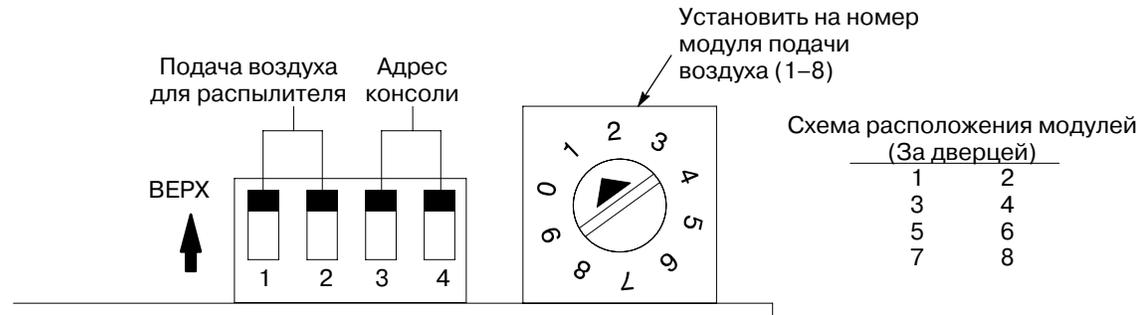

Рис. 3-3 Адрес модулей iFlow
См. рис. 3-3 и табл. 3-1.
3. Установить поворотный миниатюрный переключатель каждого модуля на правильный номер модуля. Модули нумеруются, как показано на схеме расположения модулей на рис. 3-3.